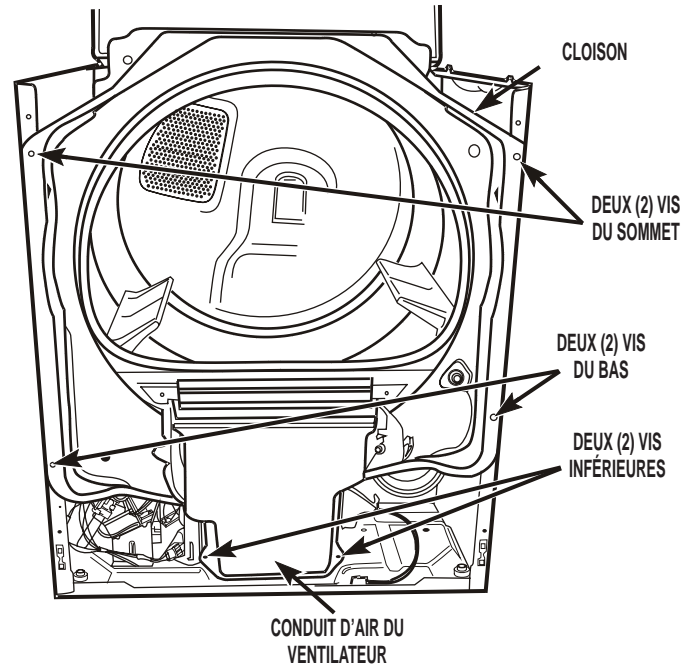

FIGURE 5
10. Sur la cloison avant, desserrer les deux (2) vis à tête hexagonale du sommet puis enlever les deux (2) vis à tête hexagonale du bas. Ôter les deux (2) vis inférieures du conduit d'air du ventilateur. Enlever délicatement la cloison et le conduit d'air du ventilateur (à l'avant de la sécheuse). Voir Figure 5.